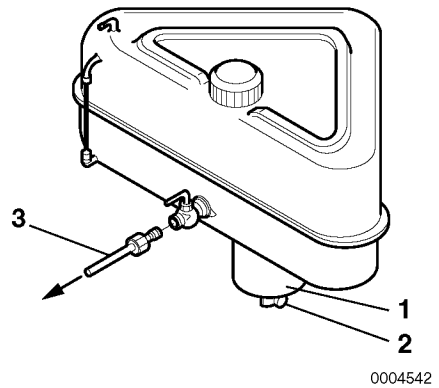

Figure 1
1. Placez un récipient sous le robinet de vidange (**Figure 1, (2)**) pour récupérer le carburant.